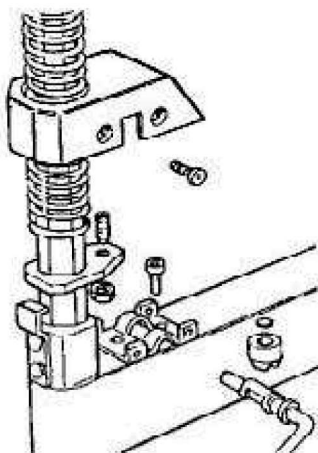

Рис.10
6) Если блокировка не фиксирует ось, либо насадка не поднимается хотя бы на 1/8" над ободом колеса, что необходимо для работы, отрегулируйте гайки как показано на рис.10